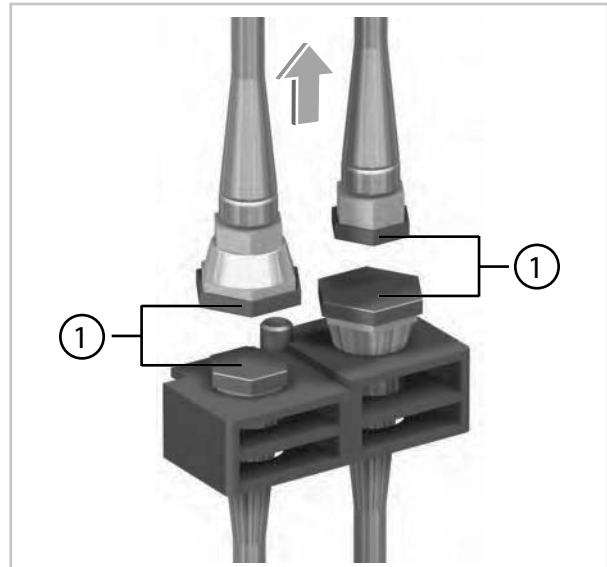

Fig. 16: Vissage des bouchons de protection
- 13.►** Vissez les bouchons de protection inclus dans la livraison sur les moitiés d'accouplement (Voir la Fig. 16).